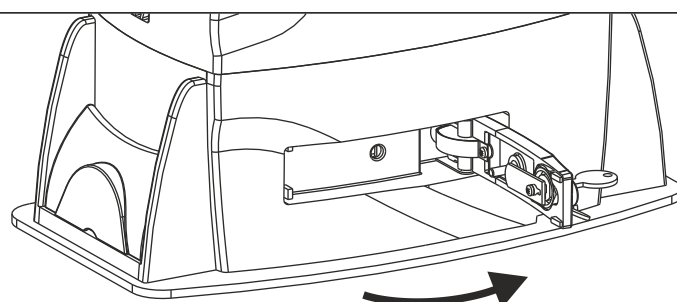

Fig. 29
- Tirer le levier de déverrouillage jusqu'à la butée, 90° environ (Fig. 29)